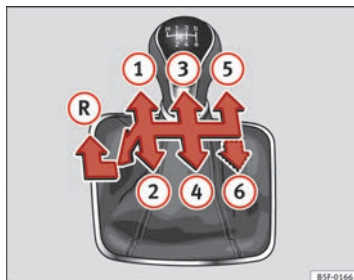

Abb. 89 Schaltschema bei einem 5-Gang bzw. 6-Gang Schaltgetriebe
Auf dem Schalthebel sind die Positionen der einzelnen Fahrgänge dargestellt ⇒ Abb. 89.
- Schalthebel ganz nach links und dann nach vorne schieben, um den Rückwärtsgang ⇒ **Abb. 89**  einzulegen.